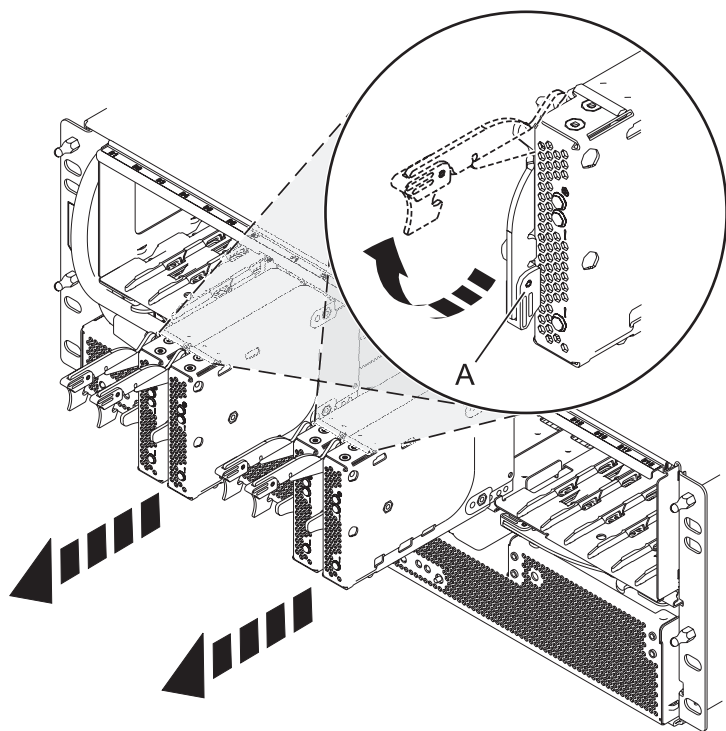

Figura 95. Extracció de la targeta de ports de la placa posterior
5. Traieu les targetes de port i els panells de reblliment com es mostra a la Figura 95 a la pàgina 139.
- a. Agafeu l'extrem de la nansa de tancament (A) i estireu-la en direcció al cos per desbloquejar la targeta de ports.